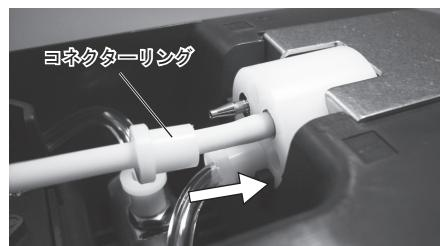

図38
- 8) ポンプチューブを取り外しと逆の手順で取り付け、コネクターリングを奥までしっかりと差し込んでください。(図 38)